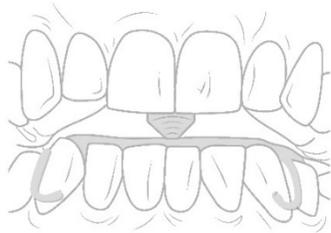

Abb. 3
13. Durch Öffnungs- und Schliessbewegungen wird im Mund überprüft, ob die Pfeilspitze in die Bohrung der Plexiglasrondelle einrastet (Abb. 3).